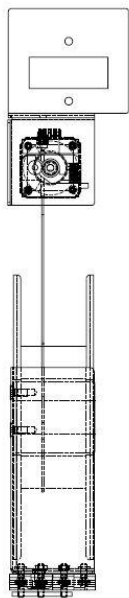

Abbildung 16: Ansicht Filament einlegen frontal
14. Fädeln Sie den Anfang des neuen Filaments in die Filament-Fördereinheit (vgl. Position 7 und 8, Abb. 1, Seite 11) ein, bis es vom Motor weiter eingezogen wird (vgl. Abb. 16 und 17) und bestätigen Sie den Schritt umgehend.